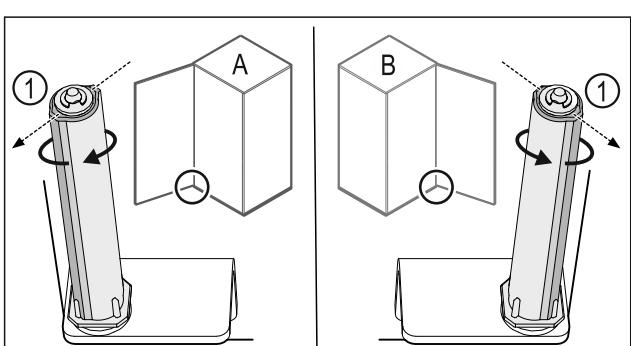

Fig. 42 左门挡 (A) / 右门挡 (B)
- 克服阻力转动关门系统，直至关门系统 Fig. 42 (1)的连接片朝外。